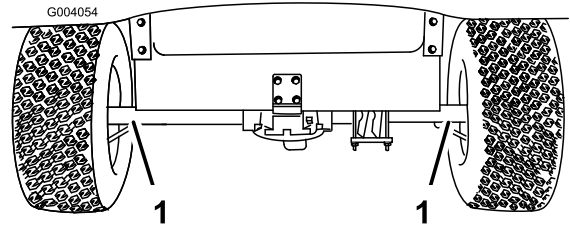
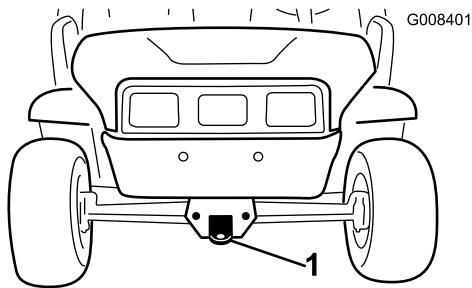

Figura 21
Figura 22
Para transportar la máquina largas distancias, será necesario utilizar un remolque. Asegúrese de que la máquina está firmemente sujeta sobre el remolque. Consulte en Figura 21 y Figura 22 la ubicación de los puntos de amarre.
2. Conecte un cable de remolque al punto de remolque, en la parte delantera del bastidor (Figura 22).